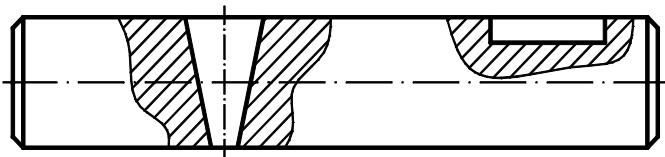

Fig. 5.6
- **secțiune parțială**, dacă numai o parte a obiectului este reprezentată cu secțiune, separată printr-o linie de ruptură (fig. 5.6).